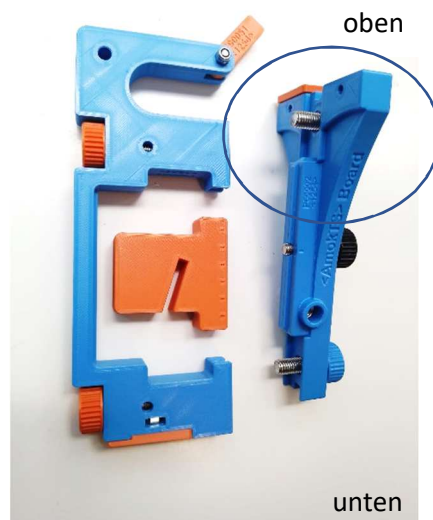

Bild 4
b) Wollen Sie auch die Betätigung der Türklinke verhindern, dann muss der **breite Teil** des T-Stücks (1) **nach oben** ragen (Bild 4).